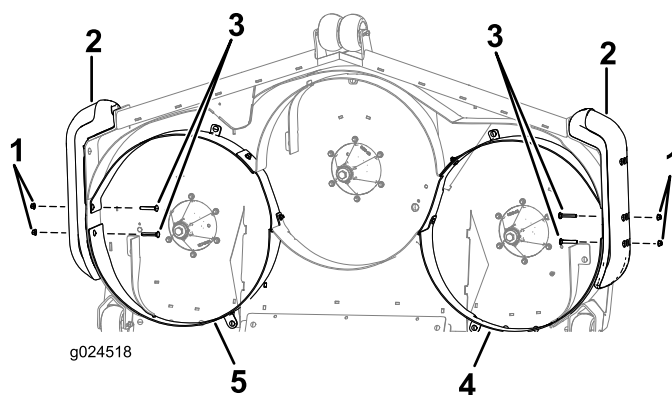

Figura 6
Nota: Para facilitar la alineación de los deflectores, introduzca los pernos de cuello cuadrado (3/8-16 x 2,5 pulgadas) y las tuercas con arandela prensada a través de los lados de los deflectores y del parachoques (Figura 6).
1. Introduzca 2 pernos de cuello cuadrado (3/8-16 x 2,5 pulgadas) en cada lado a través de los defletores derecho e izquierdo y los parachoques (Figura 6).
2. Sujete los pernos de cuello cuadrado con 2 tuercas con arandela prensada (3/8-16) en cada lado (Figura 6).